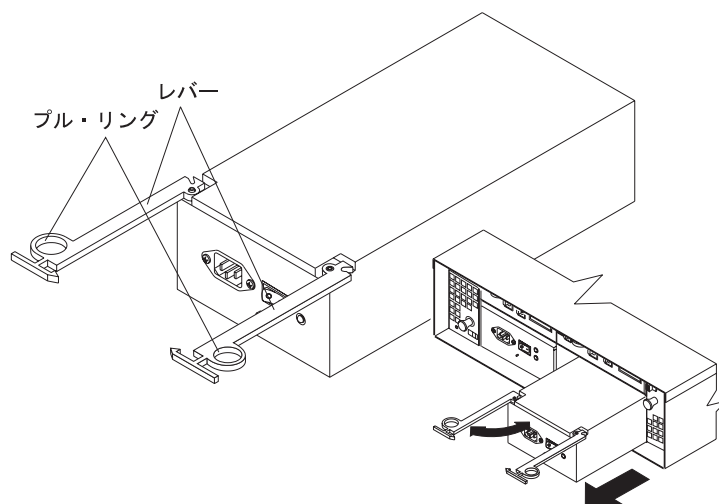

図 8. 電源機構 CRU の取り外し
2. 図 8 に示すように、レバーを引いて開き、電源機構を取り外します。